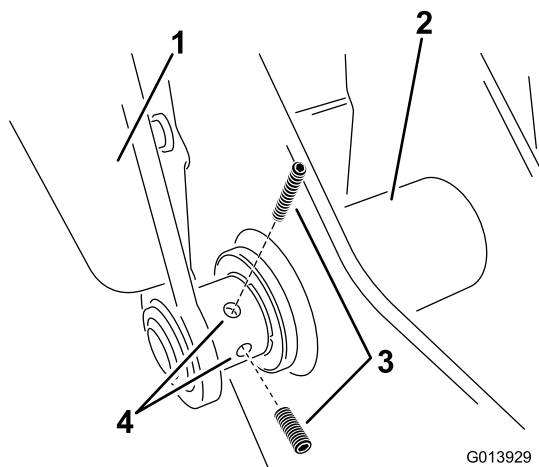

Рисунок 12
- Установите зажимной винт в левый рычаг в нижней точке шарнира (Рисунок 12). Не затягивайте на данном этапе, чтобы иметь возможность отрегулировать систему люльки.